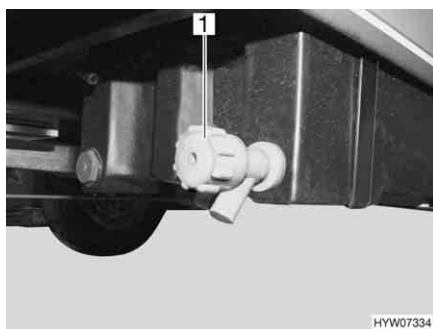

Fig. 87 Rubinetto di scarico per il serbatoio delle acque grigie
- Ruotare il coperchio (Fig. 87,1) del rubinetto di scarico in senso antiorario.
- Ruotare il coperchio (Fig. 87,1) in senso orario. Il rubinetto di scarico è chiuso.